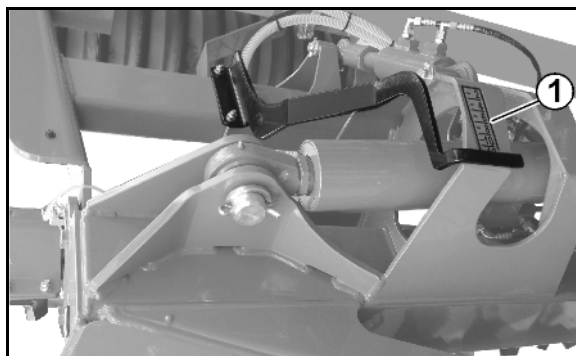

Рис. 37
- Контроль заданной рабочей глубины осуществляется с помощью нанесенной на боковой раме шкалы (Рис. 37/1).